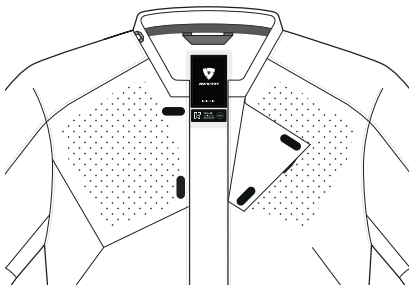

図9
システムの電源を切った状態にしておくには、図9に示すように、フロントフラップ (2) を開いたままにして、Magnetic Zip Closure (1) が閉まっていないことを確認します。
破損していないバッテリーを搭載したシステムを輸送する場合は、上記の図9に示すように、フロントフラップ (2) を開いたままにして、マグネットジップクロージャー (1) のジッパーが開いていることを確認してください。